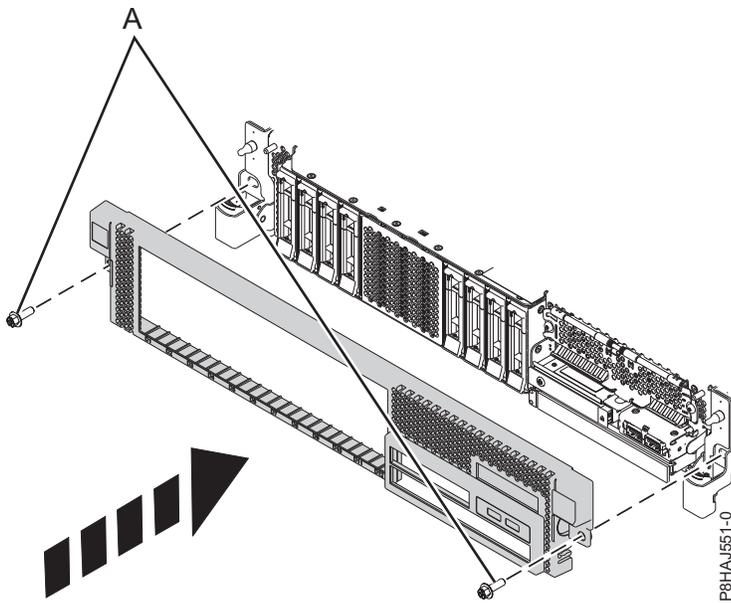

Figure 15. Installation du capot avant
3. Appuyez sur les loquets dans le sens indiqué dans la figure 15, à la page 38. Le capot avant se met en place ; il est doté d'un renforcement permettant de le tenir plus facilement.
4. Remettez en place les vis de transport (A).